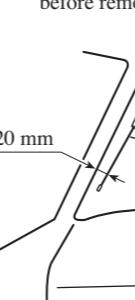
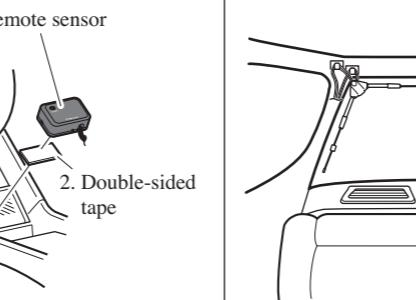

Fig. 5
Fig. 4
- To assure optimum reception, it is recommended you mount the TV antenna on a rear (hatchback) windows pointing down as shown in the Fig. 4, Fig. 5 and Fig. 6.
Example 1: Mounting on a rear window (Fig. 4)
- Para asegurar una recepción óptima, se recomienda que monte la antena de TV sobre una ventana trasera (compuerta trasera) apuntando hacia abajo como se muestra en la Fig. 4, Fig. 5 y Fig. 6.